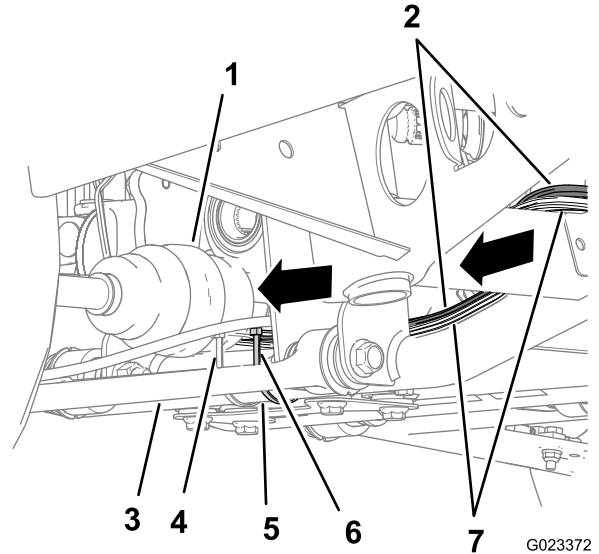
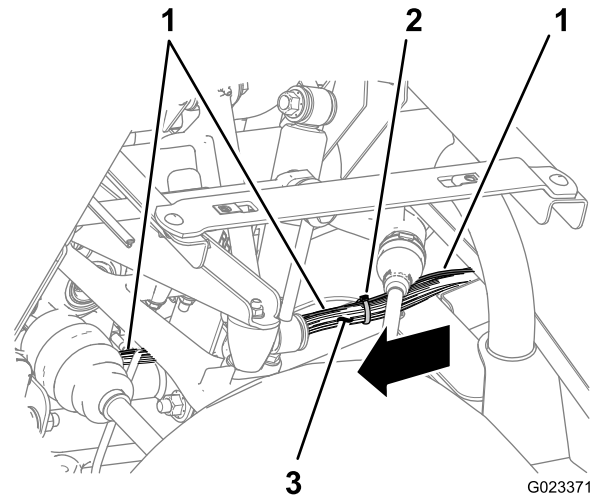
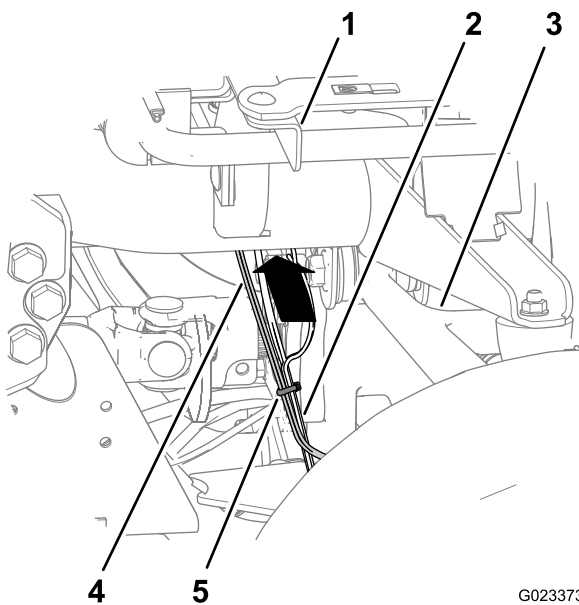

Figura 26
Figura 27
Figura 28
5. Continue a encaminhar a cablagem do kit ao longo do tubo da estrutura inferior e, em seguida, para cima por trás do braço de controlo superior e canal de suporte traseiro do banco (Figura 26, Figura 27 e Figura 28).
6. Prenda a cablagem do kit à cablagem principal traseira com abraçadeiras nos 2 locais mostrados em Figura 27 e Figura 28.
7. Prenda a cablagem do kit ao tubo da estrutura inferior com uma abraçadeira nos locais mostrados em Figura 26.